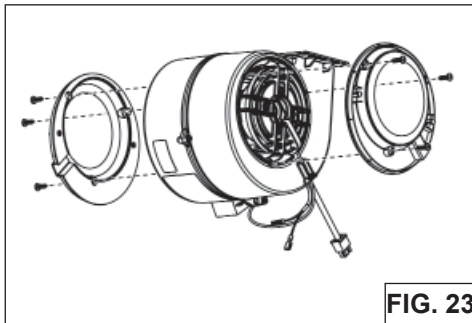

FIG. 23
2. Utilizando tornillos No. 6 x 1/2" instale un soporte de filtro en cada lado (proporcionados) en el extractor interno (Fig. 23).